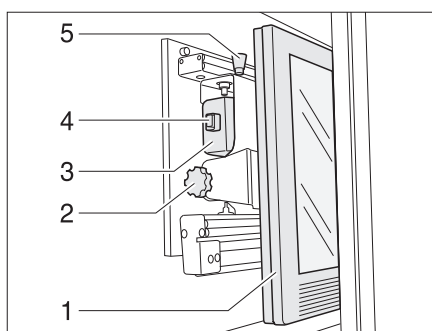

Bild 103 TV-skåp
Dra fram TV-fästet: ■ Tryck på låsknappen (Bild 103,5) och drag, med handtaget (Bild 103,4), fram fästet för den platta bildskärmen till stoppläget.
Vrida TV-fästet: ■ Drag ut låsknappen (Bild 103,1) och vrid den platta bildskärmen (Bild 103,2) till önskat läge.
■ Lossa den räfflade skruven (Bild 103,3).